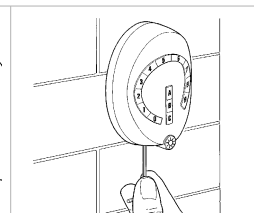

Fig. 5
- Fixer le sélecteur au support avec la vis de fermeture Fig.5